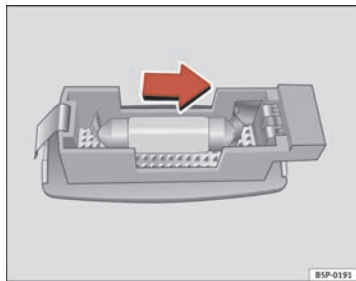

Abb. 202 Ausbau der Leuchte in der Sonnenblende
- Hebeln Sie das Lampenglas mit einem Schraubendreher vorsichtig an der Vertiefung ab, wie dies in der Abbildung gezeigt wird ⇒ Abb. 202.
⇒ Abb. 202. ■